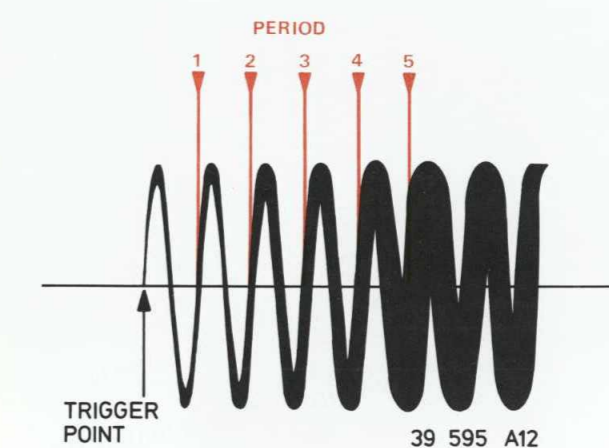

Fig. 1
- Trigger de oscilloscoop op de juiste positie (zie Fig. 1).
- Trigger de oscilloscoop op de juiste positie (zie Fig. 1)